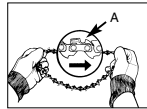

Abb. 4A
1. Løs kæden op så den ligger fri i en ring med Tænderne, som vist i billede (A) (Fig. 4A).